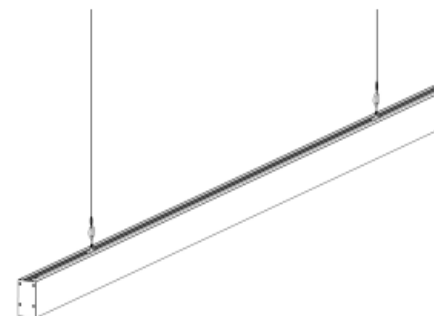

Рис. 1
- 6.4. Произвести монтаж светильника с помощью троса как показано на Рис.1;